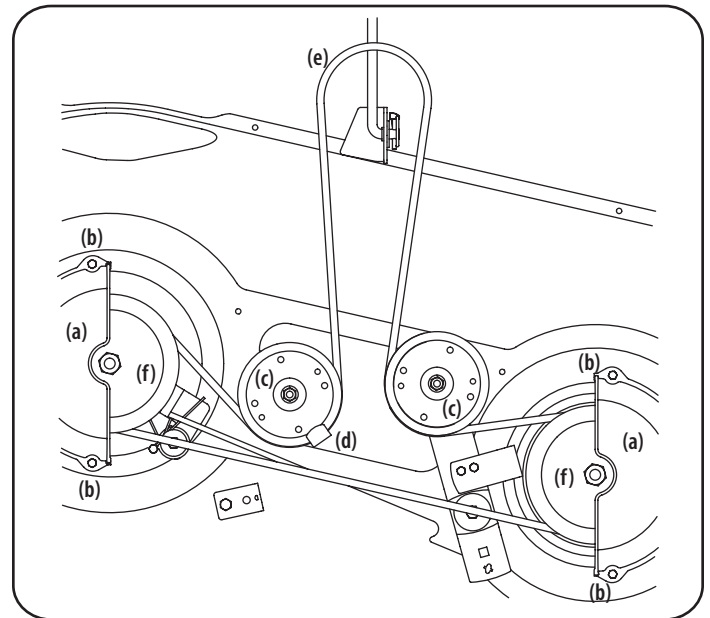

Figura 31
2. Extraiga las cubiertas de la correa (a) retirando los tornillos con arandela hexagonales (b) que las sujetan a la plataforma. Consulte la Figura 31.
4. Retire con cuidado la correa de la plataforma (e) de alrededor de las dos poleas del husillo (f) y las dos poleas locas (c) de la plataforma. Consulte la Figura 31.
5. Para colocar la correa nueva, comience pasando la correa alrededor de las dos poleas del husillo (f). Pase la correa alrededor de las dos poleas locas (c) de la plataforma. Vuelva a apretar la tuerca hexagonal de la polea loca izquierda aflojada en el paso 3. Vuelva a montar las cubiertas de la correa que se retiraron (a) en el paso 2. Consulte la Figura 31.
6. Reinstale la plataforma, comprobando que la correa se ha pasado alrededor de las poleas como se indica. Consulte la Figura 31.